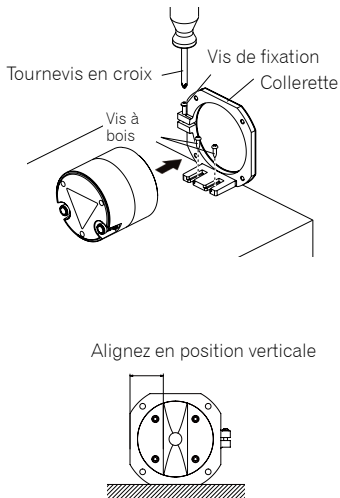

Fig. 5
1. **Décidez de la position et de l'orientation de placement, puis fixez légèrement la collerette à l'aide des deux vis à bois fournies (Fig. 5). Si vous ne souhaitez pas percer des trous directement sur le dessus de l'armoire, préparez une plaque de fond séparée (7 cmx10 cm (approx. 3 po.X4 po.), t=12 mm (t=1/2 po.)) et attachez-la de la même manière. Fixez fermement la plaque de fond sur le cabinet.**